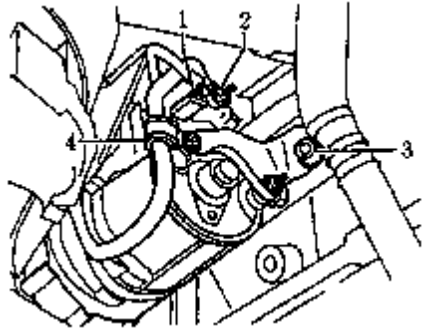

图 4-18 拆卸起动机支架
(20) 拆下 V 形皮带。从动力转向叶片泵上拆下皮带轮，拧开动力转向叶片泵固定螺栓，将其移向一侧并系牢，切不可打开液压接头。
(21) 从发动机右侧松开正极电缆与起动机连接的固定卡夹，拧下涡轮增压器/前排气管固定螺栓。特别提醒：切勿过度弯曲前排气管的柔性接头（不得超过 10° ）。
(22) 如图 4-18 所示，从变速器上拆下排气支架，从起动机上断开导线，从起动机正极接头上拆下绝缘块，拧开电缆卡夹的固定螺栓，从缸体上拆下支架。从变速器上拧开起动机固定螺栓并拆下。从发动机支架（右侧）上拧下接地线固定螺栓。